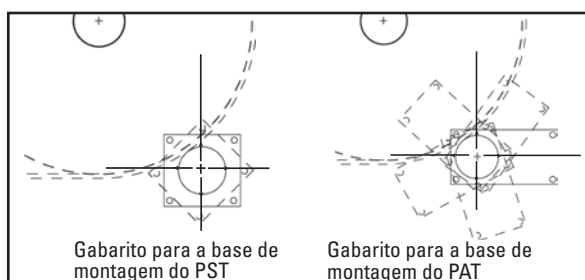

Fig. 3 Centralize os entalhes do furo grande do gabarito na marca central do eixo, gire até o ângulo desejado e trace os furos
3. **Marque e recorte os furos da base de montagem.** Usando o gabarito da base de montagem fornecido no pacote de instruções, posicione o furo grande do eixo do gabarito no chute com os entalhes do furo alinhados com as linhas do layout. Trace o furo do eixo e os furos de montagem (Fig. 3). Cada base pode ser montada em qualquer posição, 360° em volta do eixo, desde que o ponto central do eixo não mude. Corte os furos em ambos os lados do chute.